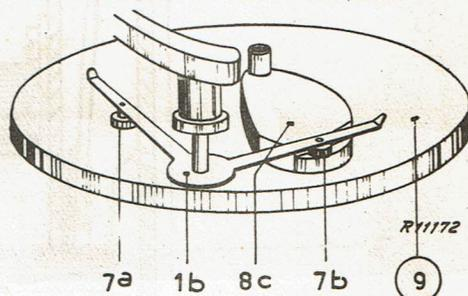

fig. 7
BRAS DU PHONOCAPEUR SUR LE DISQUE (fig. 7, 8, 19 et 20)
Quand l'équerre d'impulsion (8) a atteint le tube palier central (31), le galet (10f) la repousse à chaque tour du tube palier central. Le choc est reçu par l'équerre rapportée (11) dont le ressort de freinage (13) est réglé de telle façon avec la vis (12), que la friction avec l'équerre de commande (1b) ne soit pas trop élevée. Quand le bras du phonocapteur a atteint le sillon d'échappement du disque, l'augmentation du pas a pour résultat que l'équerre rapportée fait glisser l'équerre d'impulsion d'une quantité plus grande vers le tube palier central. L'équerre d'impulsion (8) ne rencontre plus le galet (10f), mais est frappée par l'ergot de butée (1g). L'équerre d'impulsion reçoit de la sorte un choc puissant, qui fait sortir le disque de commande (9) de sa position de repos (R). Celui-ci recommence à tourner, et le mécanisme tout entier se remet en mouvement. Le bras du phonocapteur s'écarte du disque, par suite de la piste inclinée sur le disque de commande. Il est ensuite ramené vers l'extérieur par la roulette (7a) fixée à l'équerre de commande (1b), que pousse le segment (8c) du disque de commande (voir fig.7). L'équerre rapportée (11) s'arrête contre une butée (9a) et est repoussée contre l'équerre de commande. L'équerre d'impulsion (8) glisse le long de la roulette de relèvement (17) du bras du phonocapteur, et reprend sa position initiale. Le bras du phonocapteur se retrouve au-dessus de son support et la manoeuvre de changement recommence comme décrite ci-dessus.